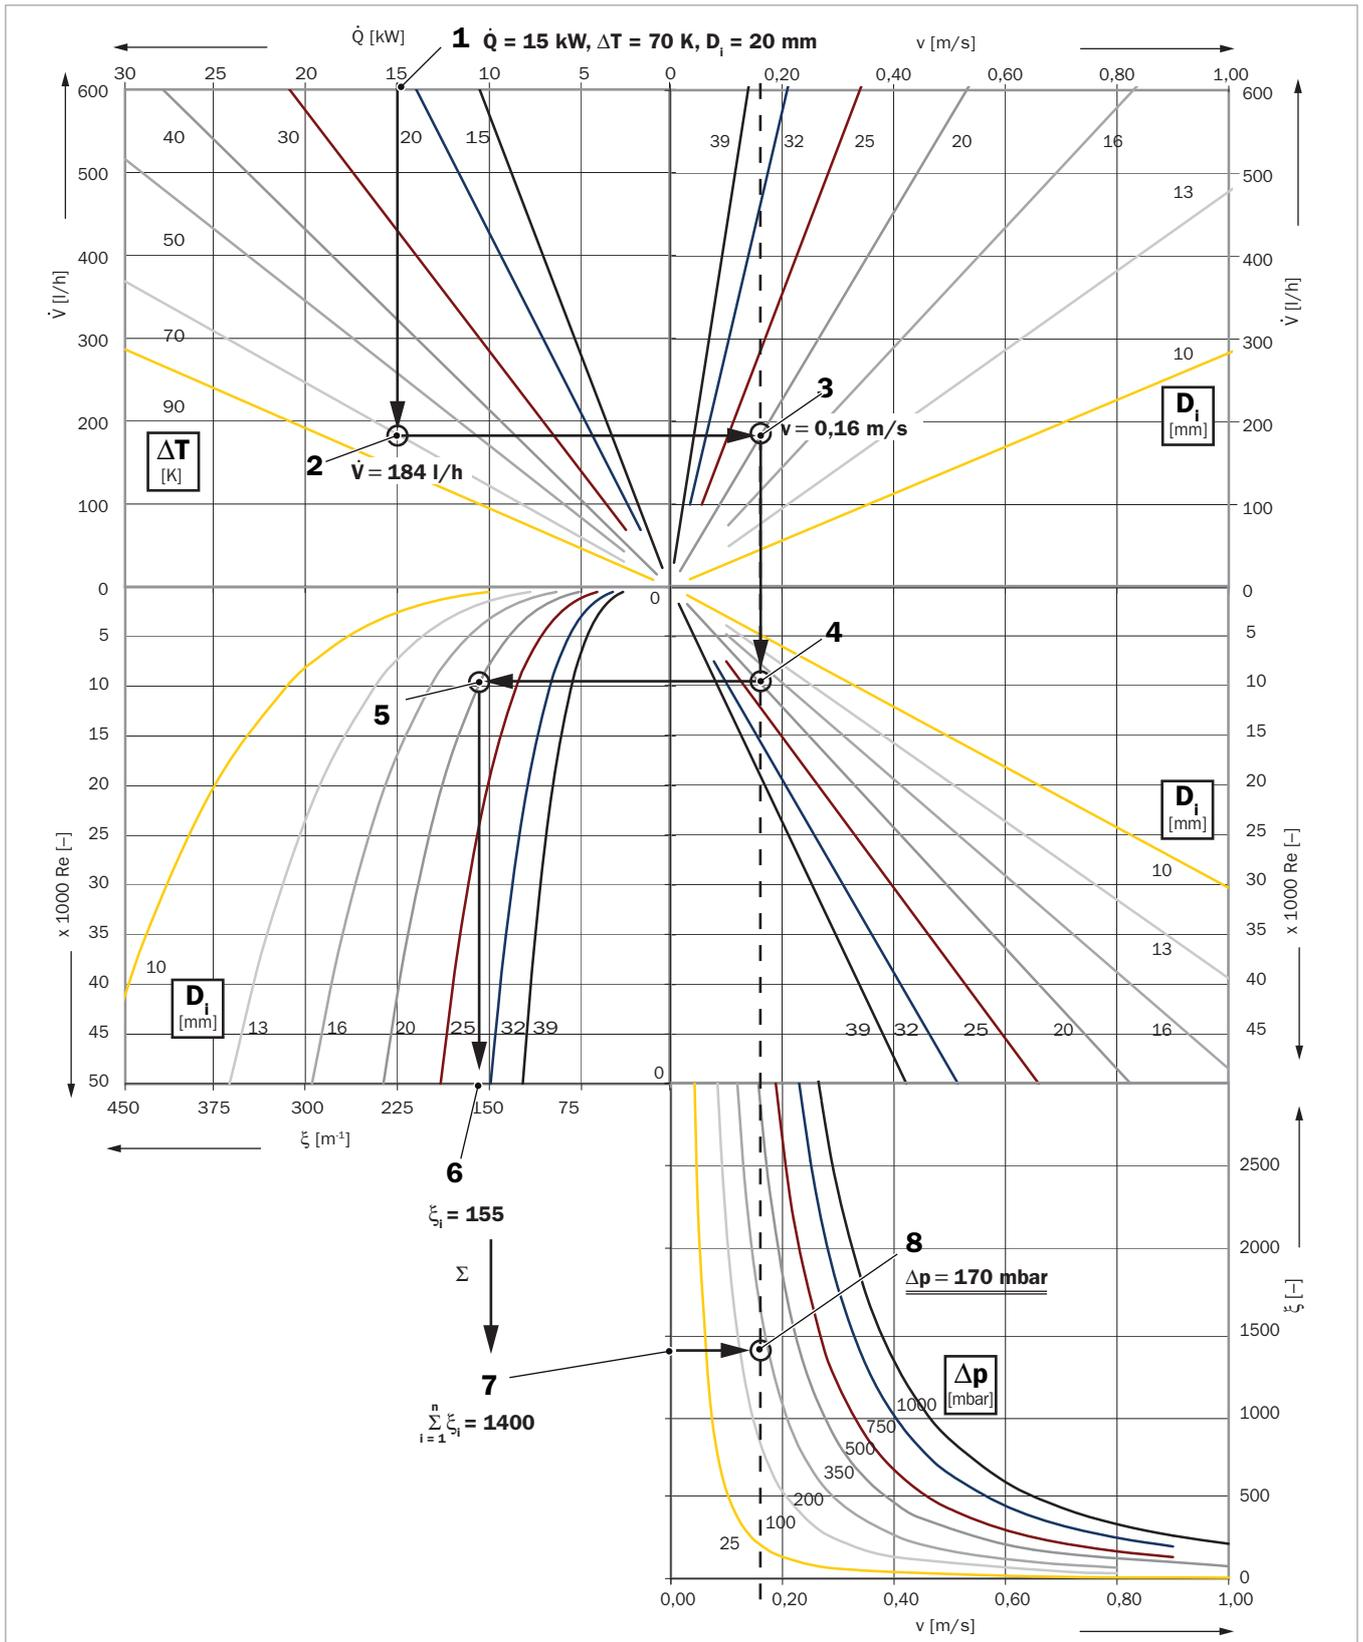

Abb. 16: Ermittlung des Druckverlustes der Rohrleitung
Für turbulente Strömungen kann der Widerstandsbeiwert der Rohrleitung aus einer Grafik (siehe → *Abb. 16, S. 21*) ermittelt werden oder er ergibt sich aus:
**i** Im folgenden Beispiel werden die Werte laut den angegebenen Formeln berechnet. Einzelne Werte können auch anhand des Auslegungsdiagrammes (siehe → Abb. 16, S. 21) ermittelt werden. In diesem Fall wird hinter dem berechneten Wert der Bezug im Diagramm mit z. B. „(1)“ dargestellt.
Eine grafische Ermittlung des Druckverlustes kann anhand → *Abb. 16, S. 21* erfolgen. Die dargestellten Schritte 1–8 sind im Beispiel besonders gekennzeichnet, z. B. „(1)“.